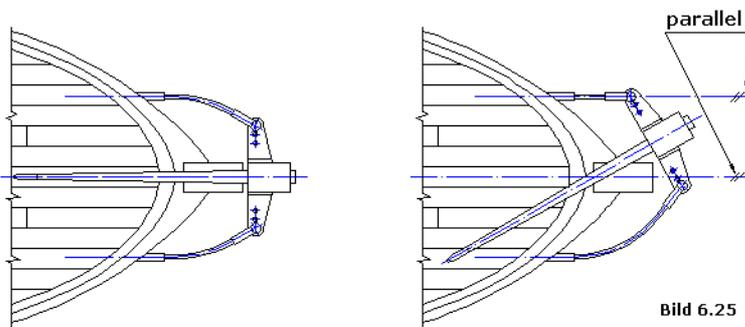

Bild 6.25
- Über zwei Bowdenzüge wird ein am Ruderschaft angeflanschter Anlenkhebel angesteuert. Die Bowdenzug-Außenrohre werden durch zwei möglichst nahe des Decks (Wassereintritt!) angebrachte Bohrungen in der Bordwand beziehungsweise im Heckspiegel nach außen geführt und in den Bohrungen verklebt. Der Abstand der Bohrungen richtet sich nach der Kinematik der Angriffspunkte am Anlenkhebel, so daß bei Vollausschlag des Ruders der jeweils ziehende (aktive) Bowdenzug parallel zur Längsachse steht (Bild 6.25). Gleichzeitig muß der Abstand der Durchführungen zum Anlenkhebel den linearen Hub ermöglichen. Das Ruderservo findet dort im Heckbereich des Rumpfes Platz, wo es für den Ein- und Ausbau erreichbar ist.
**Bild 6.25:** Eine Ruderanlenkung für Ruderanlagen gemäß Bild 6.23 kann z.B. über zwei durch die Bordwand oder den Heckspiegel geführte Bowdenzüge realisiert werden.